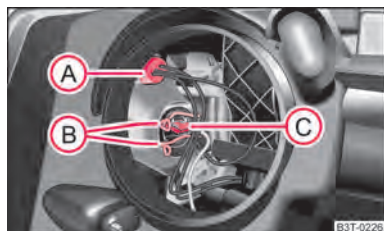

Fig. 204 Desmontaje de las bombillas para luz de población y carretera
- Retirar el portalámparas (A) ⇒ fig. 204.
- Presione el estribo de alambre elástico (B) ⇒ fig. 204 y desengánchelo a un lado.
- Retirar el portalámparas (C) ⇒ fig. 204.